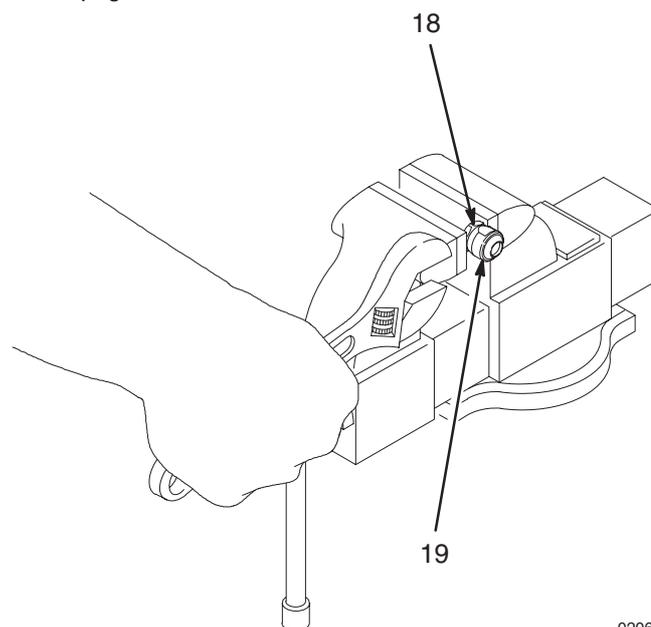

Fig. 7
14. Pour démonter la vanne d'admission antiretour (DD), placer l'écrou (18) dans un étau et dévisser le corps de la vanne (19) à l'aide d'une clé de 28 mm. Voir Fig. 7. Retirer les joints (42, 20) de l'écrou et du corps de la vanne; toujours les remplacer par des joints neufs. Examiner l'état des surfaces en regard du piston (19) et du siège du piston (22) dans l'éventualité d'entailles, de stries ou d'usure.